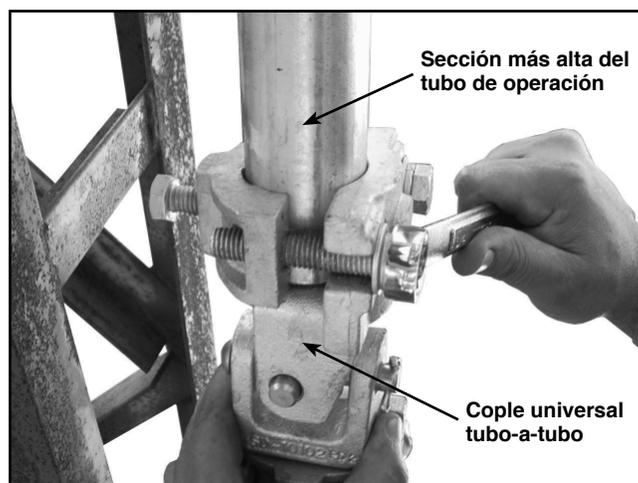

Figura 25. Colocación del cople universal tipo tubo-a-tubo en el extremo inferior del tubo de operación.
**Paso 19** Ponga un cople universal tubo-a-tubo en el extremo inferior de la sección más alta del tubo de operación del mecanismo. Ver Figura 25. Asegúrese de que la punta cortante del tornillo perforante de sujeción no atraviese el cuerpo de la abrazadera del acoplamiento de tubo. Apriete los tornillos de abrazadera al máximo. Luego, apriete el tornillo perforante de la misma forma que se ha indicado con anterioridad.